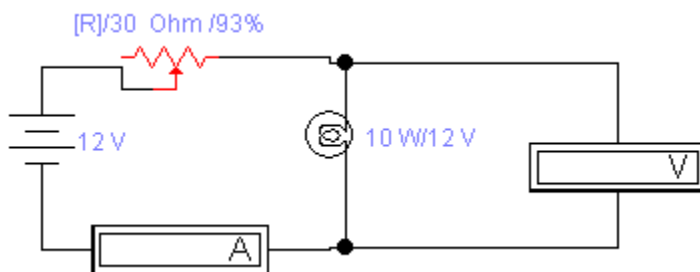

Рис. 1.
1. Используя схему на рис. 1, изменяя величину переменного сопротивления R получите и постройте графически зависимость сопротивления и мощности индикатора от величины напряжения на индикаторе.